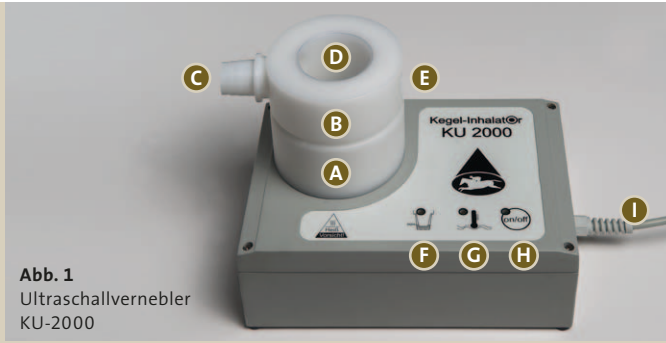

Abb. 1
### **1. Ultraschallvernebler KU 2000, im wasserdichten Gehäuse (IP X5) (s. Abb. 1), mit Bau- und Betriebsteilen: (siehe Abb. 2-4)**
- 3.1 Kleineres Schlauchende des Atemschlauches (W) (Abb. 7) auf den Anschluss des Nebeltopfdeckels (C) (Abb. 1 + 2) stecken.
- 4.1 Betriebsschalter (H) (Abb. 1) betätigen. Sobald die Betriebsanzeige (H) aufleuchtet, beginnt der Ultraschallvernebler mit der Vernebelung.
- 4.2 Abatmen des Nebels durch das Sichtfenster des Nebeltopfdeckels (D) (Abb. 1 + 2) kontrollieren. Bei korrekter Abdichtung der Atemmaske (siehe Nr. 2.1 – 2.4) wird mit jedem Atemzug der gesamte Nebel aus dem Nebeltopf gesogen.